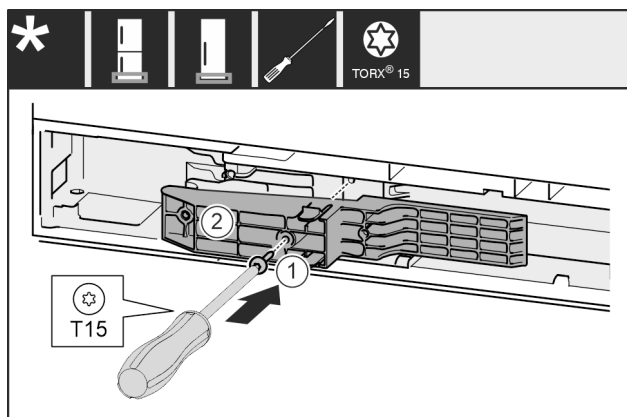

Fig. 67 \*
- ▶ Inserire l'adattatore Fig. 67 (1) nel vano sul lato della maniglia.\*
- ▶ Stringere la vite Fig. 67 (2) con un cacciavite.\*